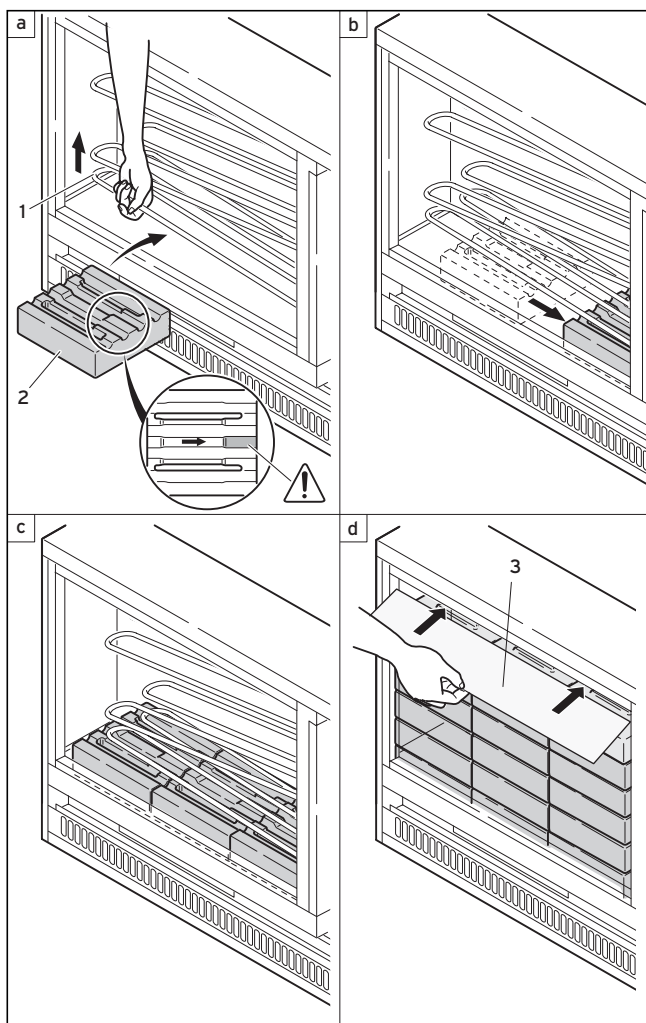

Abb. 4.4 Montage des Speicherkerns
- Legen Sie den ersten Kernstein (2) mit der Heizstabsmulde nach oben in einem Abstand zur rechten Wärmedämmung unter den Heizkörper und schieben ihn an die rechte sowie hintere Wärmedämmung heran (Abb. 4.4 b).
Schieben Sie abschließend das aus dem Innenraum entnommene Abdeckblech (3, Abb. 4.4 d) über die oberen Speichersteine.